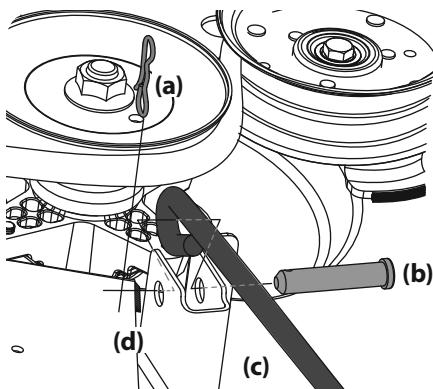

Figura 46
- b. Extraiga el tercer pasador con unión curva (a) del pasador de horquilla (b) que sujetla la varilla de control de la plataforma delantera (c) al soporte delantero de elevación de la plataforma (d). Extraiga los pasadores de horquilla (b). Consulte la Figura 46.